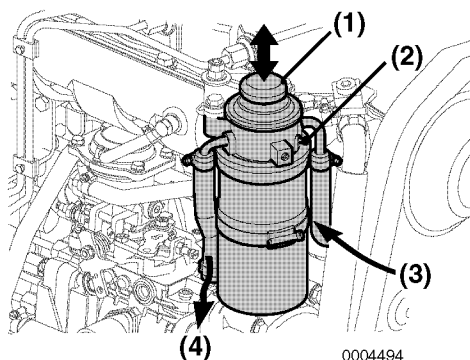

Figura 6
3. Afloje el tornillo de purga de aire (**Figura 6, (2)**) de dos a tres vueltas.
4. Empuje y tire de la bomba de cebado (**Figura 6, (1)**) para expulsar el aire fuera del tornillo de purga de aire.